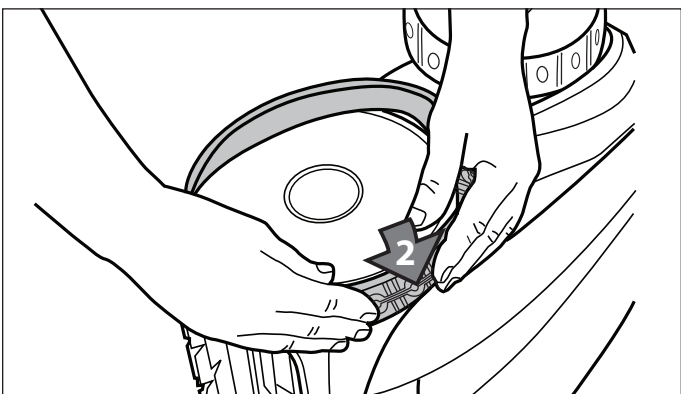

Figure 38. Commencer par un côté du pneu
4. Pousser un côté du pneu dans la roue et mettre la nervure du pneu dans la rainure de la roue, comme illustré à la Figure 38.